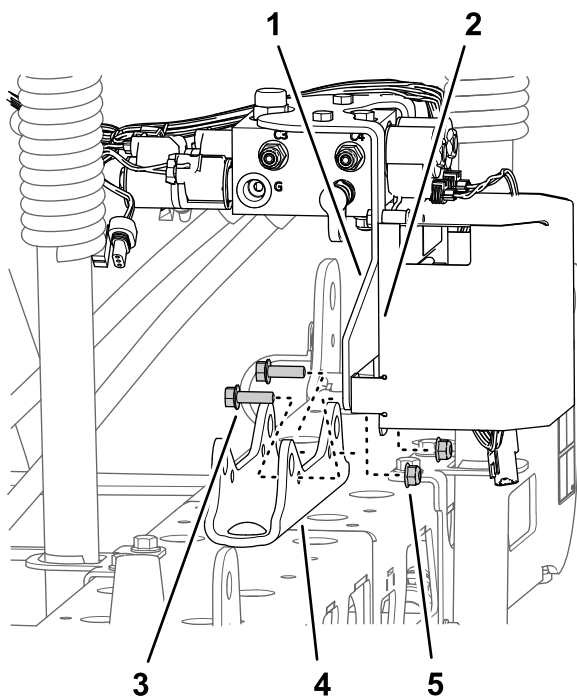

Figura 44
- Para máquinas com o kit de nivelção da rampa ultra sonic opcional:** retire as duas porcas flangeadas (5/16 pol.) e os dois parafusos de cabeça flangeada (5/16 pol. x 1 pol.) que prendem o suporte para o coletor de elevação da secção e o suporte do controlador TEC à montagem do cilindro e retire o coletor e o suporte da montagem do cilindro (Figura 44).